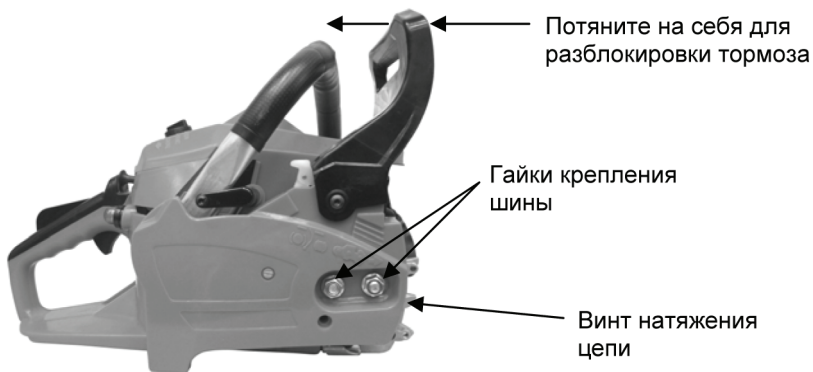

Рис. 3
1. Перед установкой шины и цепи убедитесь, что инерционный тормоз цепи разблокирован. Для этого потяните ручку инерционного тормоза на себя (Рис. 3).
2. Комбинированным ключом (входит в комплект) открутите гайки крепления шины (Рис. 3) и снимите крышку сцепления.
3. Крутите винт натяжения цепи (Рис. 3) против часовой стрелки до тех пор, пока палец натяжения цепи не встанет в крайнее левое положение.